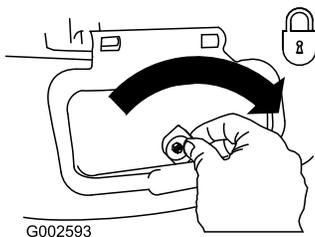

Рисунок 34
**Внимание:** Заблокируйте крышку бокового выпускного отверстия после ее закрытия (Рисунок 34).